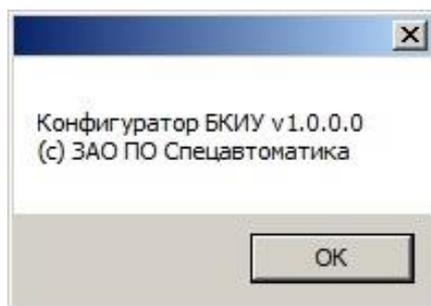

Рисунок 8.6 – Окно «О программе Конфигуратор БКиУ»
8.6 В меню «**Справка**», при нажатии на «**О программе Конфигуратор БКиУ**», откроется окно с информацией (рисунок 8.6).